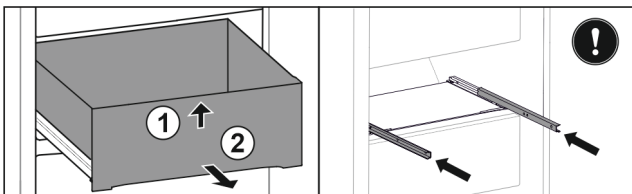

Fig. 134
- Lade aan de voorkant optillen. Fig. 134 (1)
- Lade naar voren toe verwijderen. Fig. 134 (2)